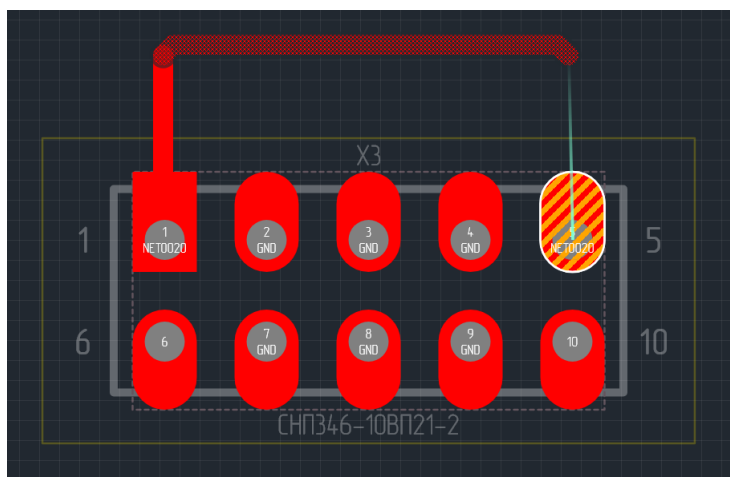

Рис. 213 Зафиксированный участок трека
2. Подтвердите выбор точки, через которую будет проложен трек. Для этого нажмите левую кнопку мыши, чтобы зафиксировать предлагаемый участок, см. Рис. 213.